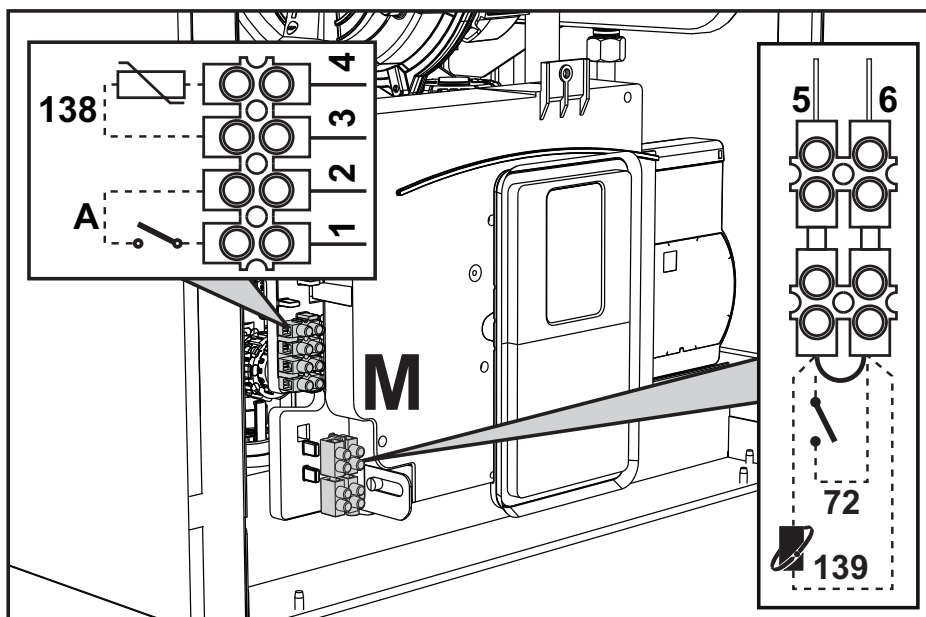

fig. 29
Dopo aver tolto il pannello frontale (sez. "Apertura del pannello frontale" a pag. 50) è possibile accedere ai morsetti. I morsetti nr. 1-2 e 5-6, indicati nella fig. 29, devono essere a contatti puliti (non 230V). La disposizione dei morsetti per i diversi allacciamenti è riportata anche nello schema elettrico alla fig. 81.
2.5.5 Configurazione Interruttore ON/OFF (rif. A di fig. 29)